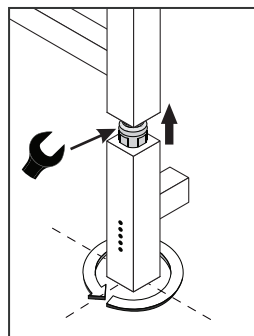

Рис.3
- 4.3. Вставьте нагревательный элемент в отверстие в нижней части коллектора и вкрутите по резьбе с помощью плоского ключа (рис. 3).